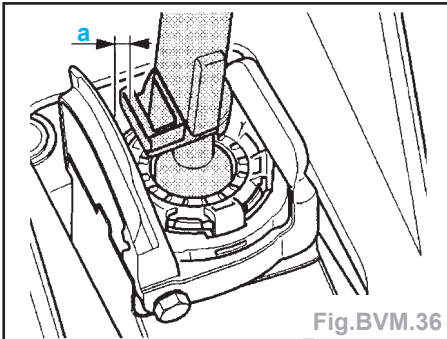

Fig. BVM.36
- L'écart (a) doit être de 2,0 mm (Fig. BVM.36).
- Obtenir la cote (a) en déplaçant avec précaution la butée (Fig. BVM.36).
- Resserrer les vis (1) et (2) dans cette position.